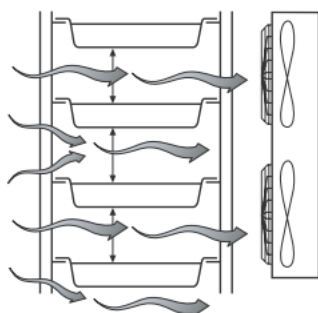

Рисунок 2
- Обращать внимание, чтобы сохранялся достаточный зазор, примерно 3 – 4 см, между противнями так, чтобы обеспечить достаточный воздухообмен (Рисунок 2);